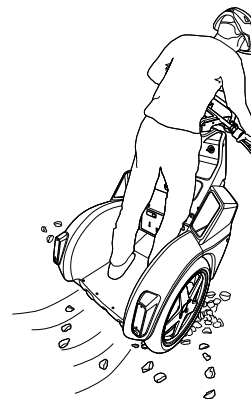

Ilustración 21: evitar las superficies con escasa tracción
- Evite conducir sobre superficies resbaladizas como sobre nieve, hielo, suelos mojados, hierba mojada u otra superficie que pueda provocar una pérdida de tracción (**ilustración 21**).